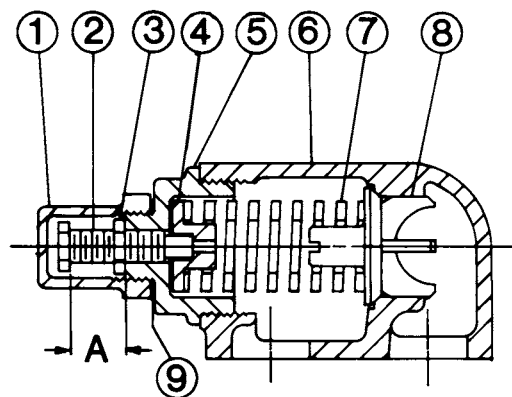

FIGURA 8
2. Misurare e registrare la lunghezza di estensione della vite di regolazione, Vedere (A) Figura 8.